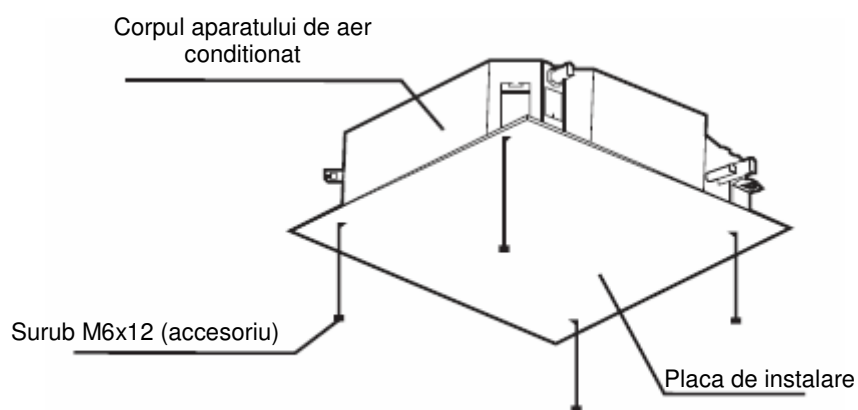

Figura 3.8
2. Dupa ce ati ridicat si montat unitatea, utilizati suruburile M6x12 (accesoriul 5) pentru a fixa placa de instalare (accesoriul 4) pe corpul unitatii. Asigurati-va ca verificati dimensiunea si pozitiile deschizaturii in plafon inainte de a face acest lucru. A se vedea Figura 3.8.